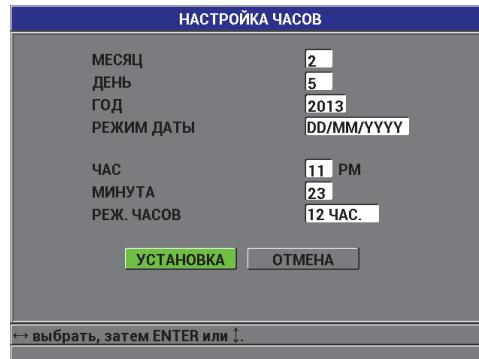

Рис. 3-3 Экран НАСТРОЙКА ЧАСОВ
3. В окне НАСТРОЙКА ЧАСОВ (см. Рис. 3-3 на стр. 64):